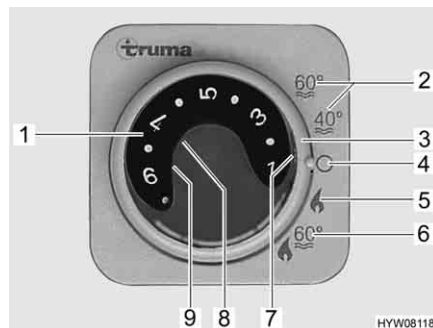

Fig. 185 Centralina di controllo per riscaldamento/boiler
- Impostare la modalità di funzionamento tramite l'interruttore girevole (Fig. 185,3).
A seconda della temperatura ambiente desiderata, il riscaldamento seleziona automaticamente il livello del bruciatore necessario. Al raggiungimento della temperatura ambiente desiderata, il bruciatore si spegne. Durante la modalità di funzionamento "Riscaldamento e boiler" (Fig. 185,6) è riscaldata anche l'acqua nel boiler. Nella modalità di funzionamento "Riscaldamento senza boiler" (Fig. 185,5) è possibile far funzionare il riscaldamento con il boiler vuoto.
- Impostare la manopola della temperatura (Fig. 185,1) sulla centralina di controllo scegliendo la potenza desiderata.
- Posizionare l'interruttore girevole (Fig. 185,3) su funzionamento invernale "Riscaldamento senza boiler" (Fig. 185,5) o "Riscaldamento e boiler" (Fig. 185,6).
Si accende la spia verde di controllo (Fig. 185,7).
- Posizionare l'interruttore girevole (Fig. 185,3) su "O" (Fig. 185,4).
La combinazione funzionamento a gas e funzionamento elettrico a 230 V diminuisce il tempo di riscaldamento del veicolo (è possibile solo se il riscaldamento viene impostato sulla centralina di controllo (Fig. 185) su funzionamento invernale).